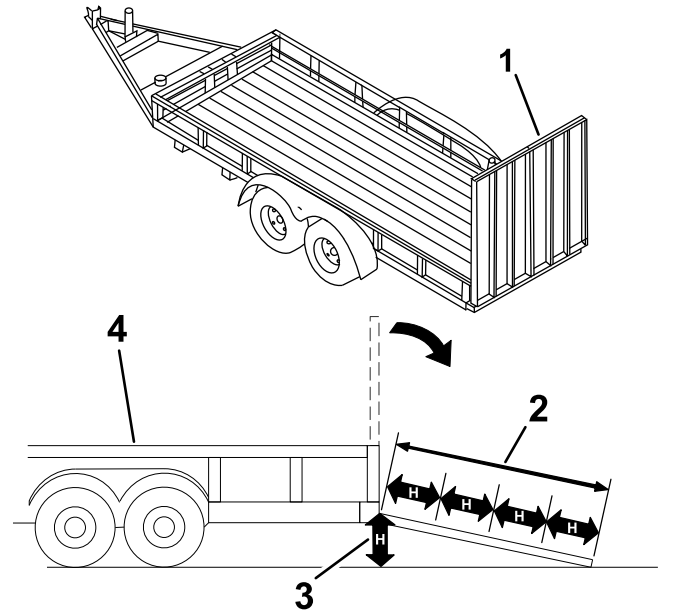

Bild 49
3. Senken Sie die Rampe ab und stellen Sie sicher, dass der Winkel zwischen der Rampe und dem Boden höchstens 15 Grad beträgt (Bild 49).
1. Senken Sie die Rampe ab und stellen Sie sicher, dass der Winkel zwischen der Rampe und dem Boden höchstens 15 Grad beträgt (Bild 49).